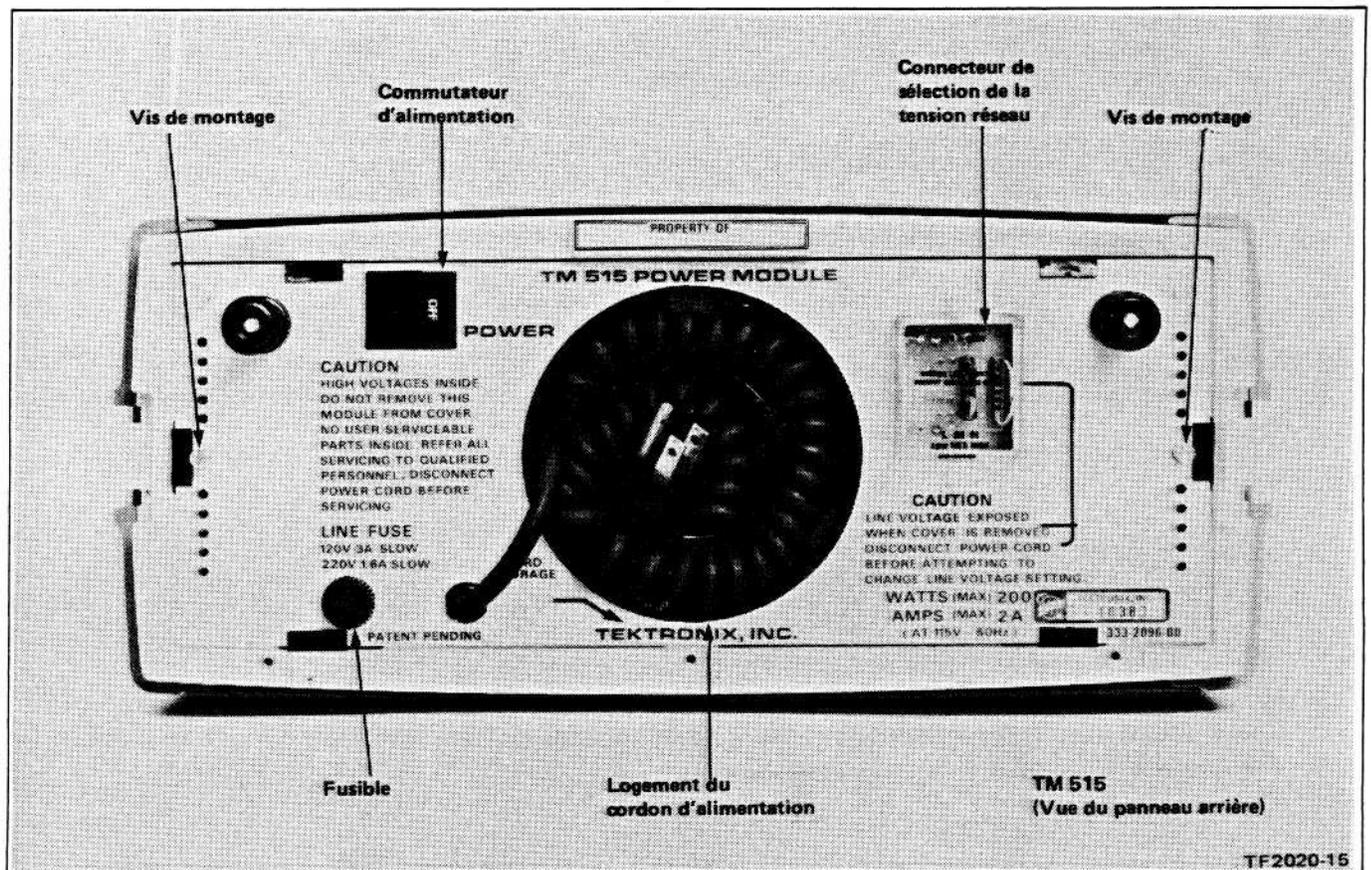

Fig. 2-4A. Panneau arrière.
1. Vérifier, à travers le capot de plastique transparent, que le connecteur de sélection de la tension réseau est positionné sur la tension réseau que vous comptez appliquer à l'appareil. Vérifier également que le porte fusible, monté à l'arrière de l'appareil à l'aide d'un écrou, contient bien le fusible approprié (voir Fig. 2-4A).